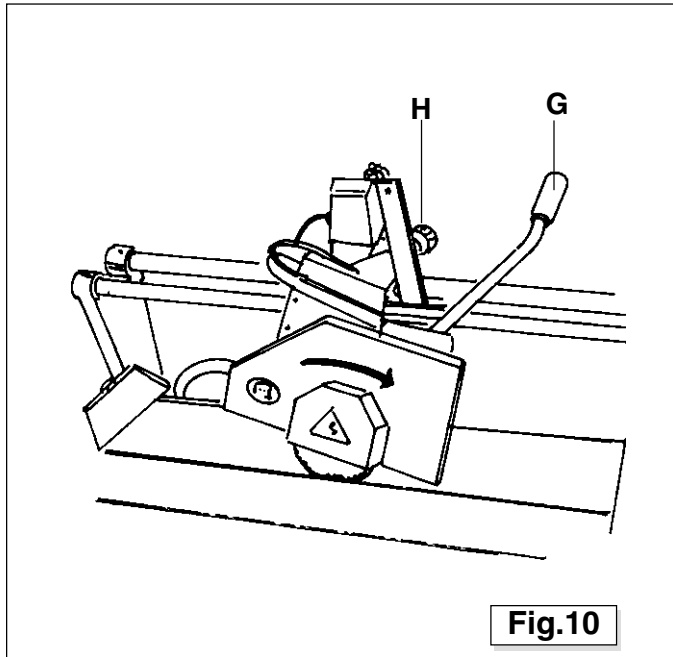

Fig.10
- En los modelos FRS 30 - FRS 38, el cabezal de corte es basculante y es posible efectuar cortes para encastres en la pieza empujando con la manilla **G** (Fig. 10) sobre el punto deseado para el corte. Además, es posible regular la profundidad de corte bajando el cabezal y fijándolo mediante la perilla **H** (Fig. 10).
- Tirar de la manilla **F** (Fig. 9) o **G** (Fig. 10) para hacer deslizar el cabezal de corte sobre la vía, luego proceder al corte de la pieza.